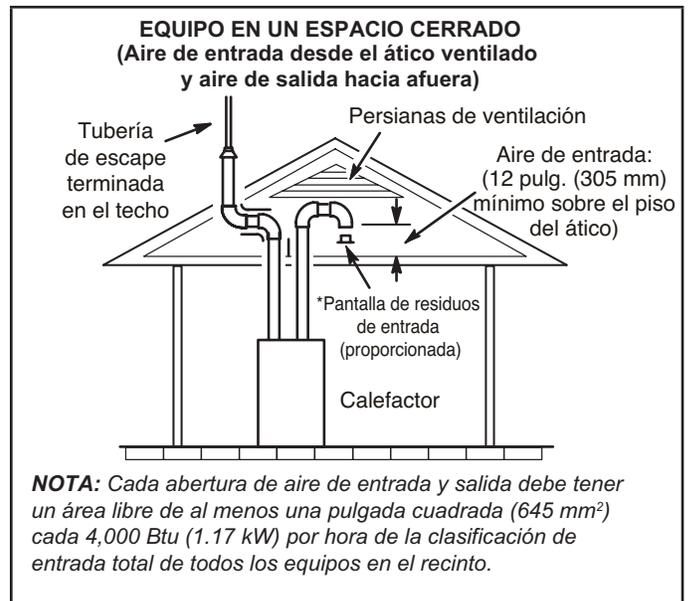
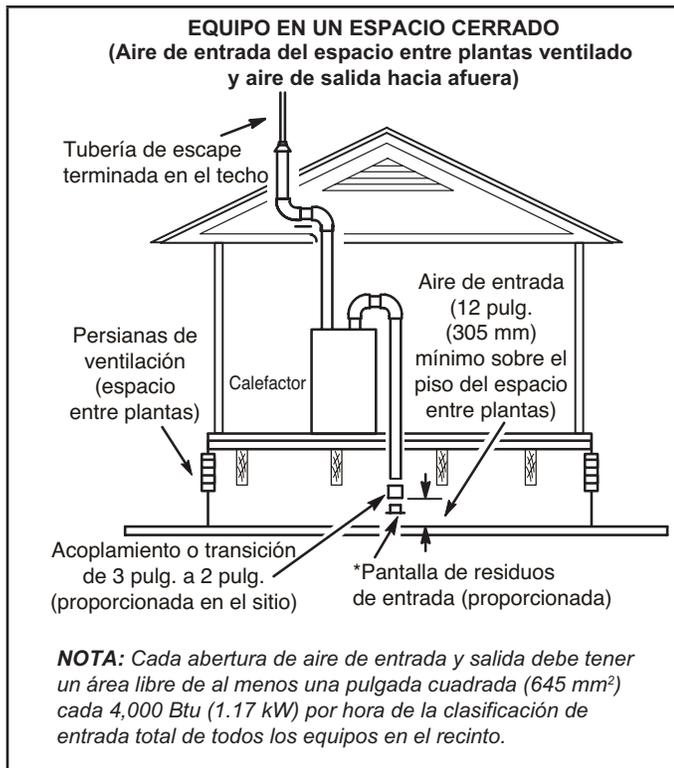

FIGURA 26
FIGURA 27
- 2 - Si el aire de entrada se toma de un ático ventilado (FIGURA 26) o de un espacio entre plantas ventilado (FIGURA 27), la longitud de la ventilación de escape no debe exceder los valores indicados en la TABLA 8. Si se utiliza una tubería de 3 pulg. de diámetro, redúzcala a 2 pulg. de diámetro en el punto de terminación para que se adapte a la pantalla de residuos.